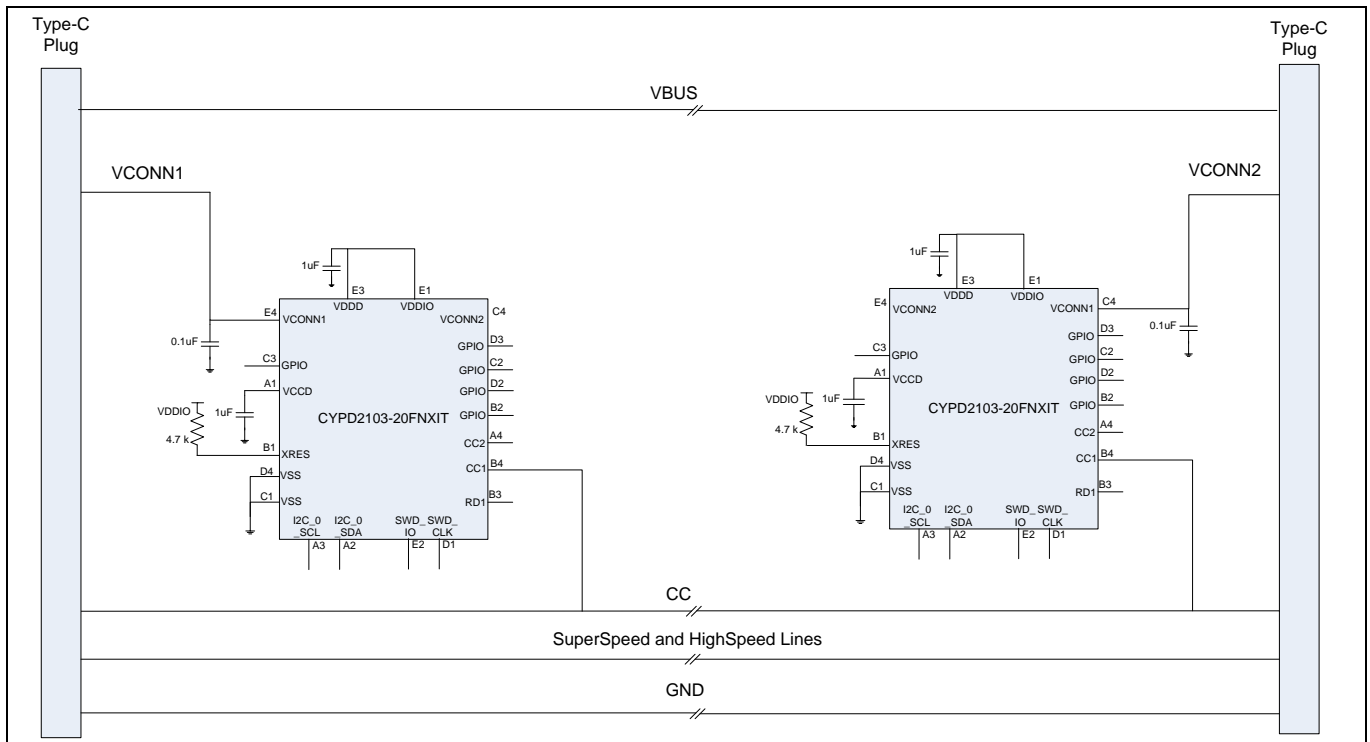
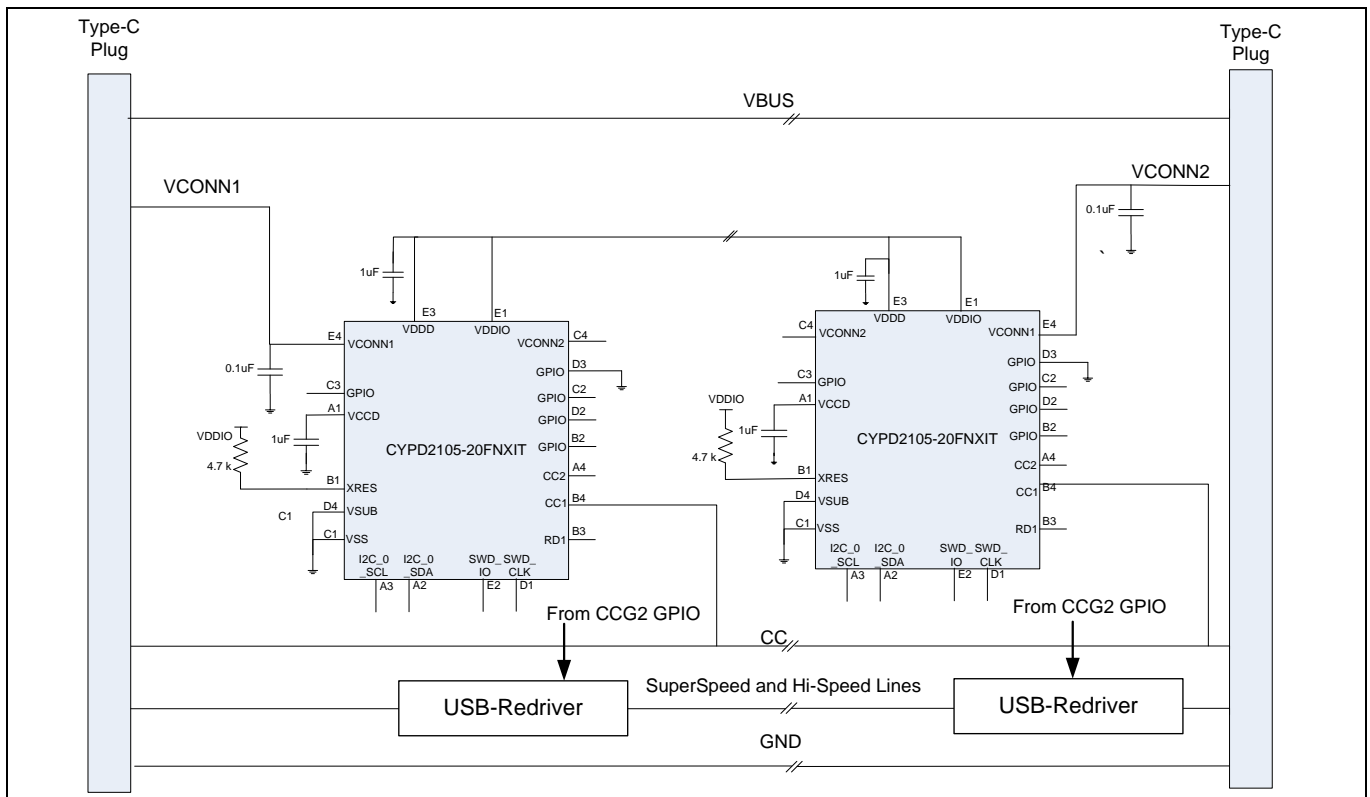

Figure 5 デュアル CCG2 ベース EMCA ケーブルソリューションの電源システム推奨事項
Figure 6 電源システム推奨事項 (両方のチップがアクティブ)
この EMCA ソリューションは 2 個の CCG2 デバイス (プラグごとに 1 個) を備えています。使用時は 1 個のみがアクティブです。このソリューションでは VCONN 信号をケーブルに渡って配線せず、各プラグ内の CCG2 デバイスで終了します。また VCONN を提供する DFP 側にある CCG2 デバイスだけが電力供給されます。ケーブルがエニユメレーションされた後に、ホストは VCONN 電源をオフにすることがあります。Figure 5 に示すように、このケーブルでは VCONN 配線をケーブル全長に渡り配線することではなく、線材のコストを節約します。
Note: Figure 5 は参考例であり WLCSP パッケージに基づいています。DFN 参考回路の詳細については、付録をご覧ください。
このアクティブケーブルソリューションは 2 個の CCG2 チップ (各プラグに 1 個) を持っています。VCONN はケーブルに渡って配線されますが、2 つのコネクタの間に直結されません。このソリューションでは、ケーブルがリバーシブルになるように配線されます (Figure 6)。このアプリケーションでは、両
Note: **Figure 6** は参考例であり WLCSP パッケージに基づいています。
CCG2 は、VCONN1 および VCONN2 の 2 つの電源システムの内の 1 つにより動作できます。Figure 4 および Figure 5 に、シングルおよびデュアル CCG2 ベース EMCA ケーブル向けに推奨される電源デカップリング回路を示します。
- VDDIO レール デカップリング コンデンサ: CCG2 内部の GPIO バッファはこの系統から電力供給される。この系統が別個の電源から電力供給される場合、1 μF デカップリング コンデンサを配置してリップルを低減する。この系統は Figure 4, Figure 5, Figure 6 に示すケーブルアプリケーションで VDDD に短絡することができる